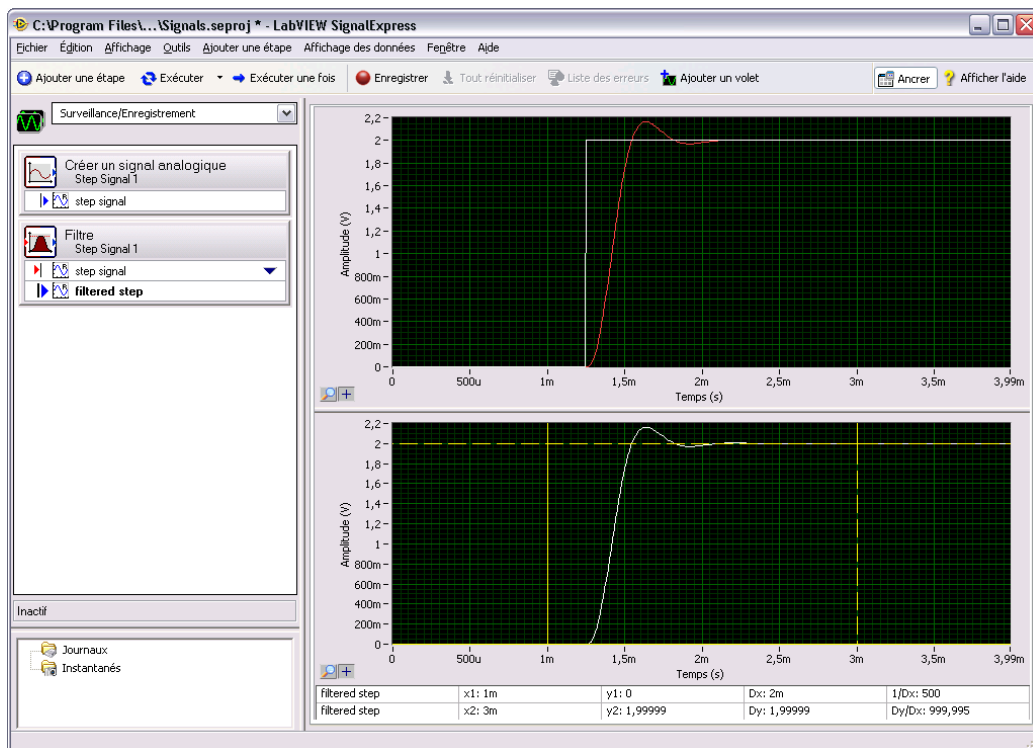

Figure 4-1. Signals.seproj
- Faites un clic droit sur le nouveau graphe et sélectionnez **Éléments visibles**»**Curseurs** dans le menu local pour afficher deux curseurs interactifs, comme le montre la figure 4-1.